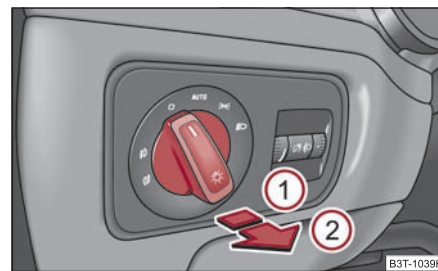

Fig. 57 Cuadro de interruptores: Conmutador luz
- Girar primero el conmutador de luces a la posición o ⇒ fig. 57.
- Tire del conmutador de luz a la posición ①.
- Girar primero el conmutador de luces a la posición o ⇒ página 65, fig. 57.